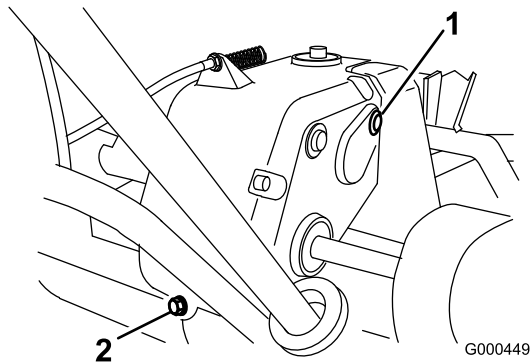

Bild 31
- Entfernen Sie die Ablassschraube hinten am Getriebe (Bild 31).
- Drücken Sie den Griff nach unten und kippen Sie die Maschine nach hinten. Nehmen Sie die Prüf-/Füllschraube aus der rechten Getriebeseite heraus (Bild 31).